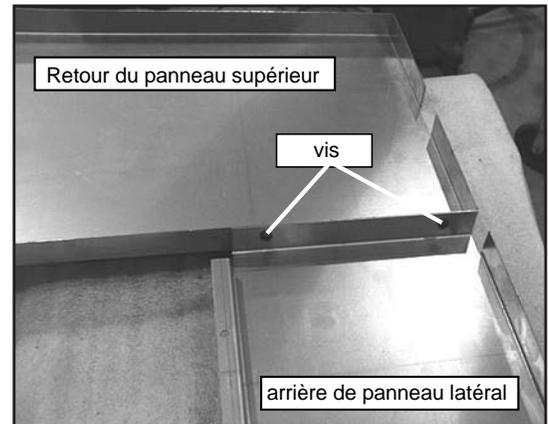

Figure 34.2
**Inclus dans Surround & Kit Garniture:** (2) supports de coin et vis de réglage; (1) mis en garniture, 3 pièce; (2) côtés entoure; (1) Haut entourent; (4) vis;
1. Fixez le dessus entourent les côtés entourer avec les vis fournies. Figure 34.2.